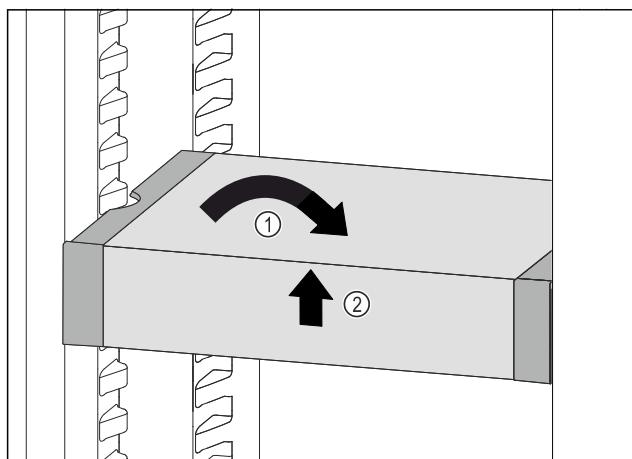

Fig. 180
- Predal VarioSafe postavite ravno. Fig. 180 (1)
- Predal VarioSafe dvignite spredaj. Fig. 180 (2)